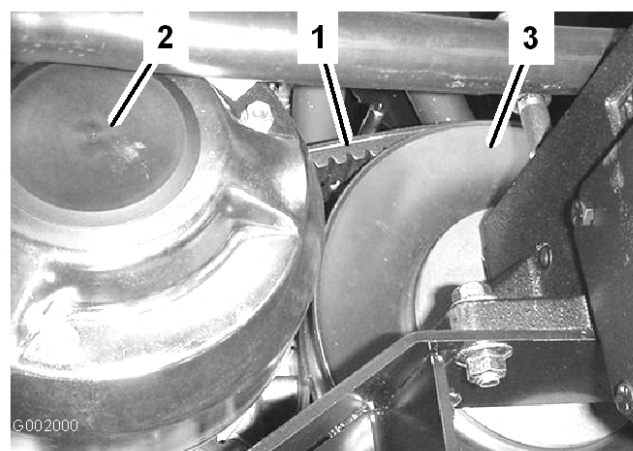

Figura 62
1. Haga girar la correa y llévela sobre el embrague secundario (Figura 62).